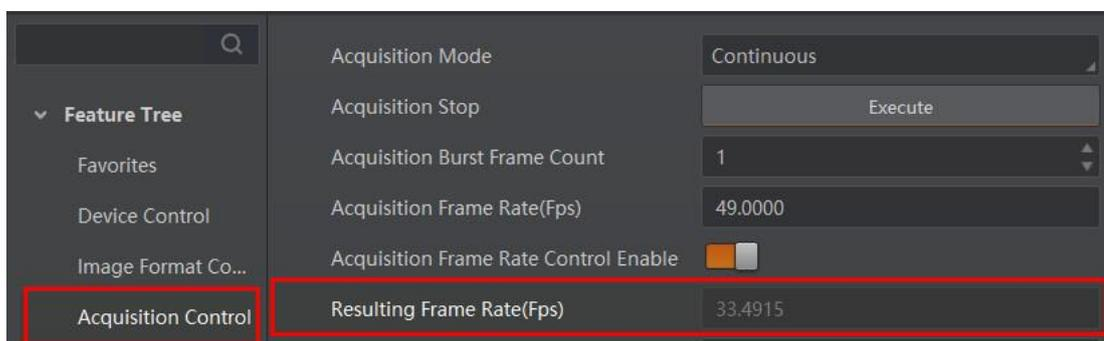

图9-13 查看实时帧率
4. 相机最终帧率的大小可以通过 *Acquisition Control* 属性下的 *Resulting Frame Rate* 参数查看，如图 9-13 所示。